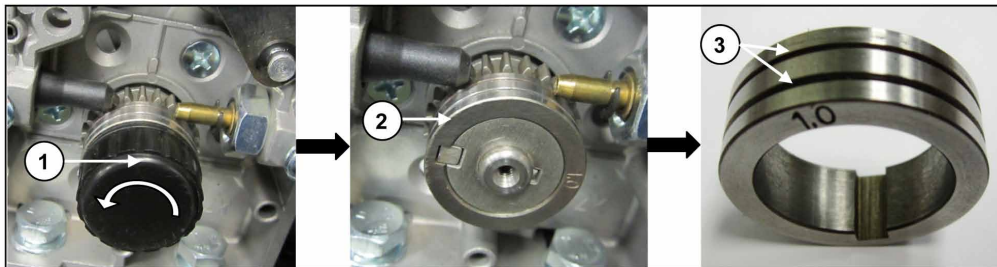

Рис. 8
4. Открутите винт фиксации ведущего ролика и убедитесь, что диаметр проволоки соответствует размеру канавки ролика. Размер канавки указан на боковой стороне ролика. Ведущий ролик двухсторонний (имеет две канавки). Для смены канавки снимите ролик и установите его другой стороной (рис. 8). Закрутите винт фиксации ведущего ролика. Проволока проходит по внутренней канавке установленного ролика.